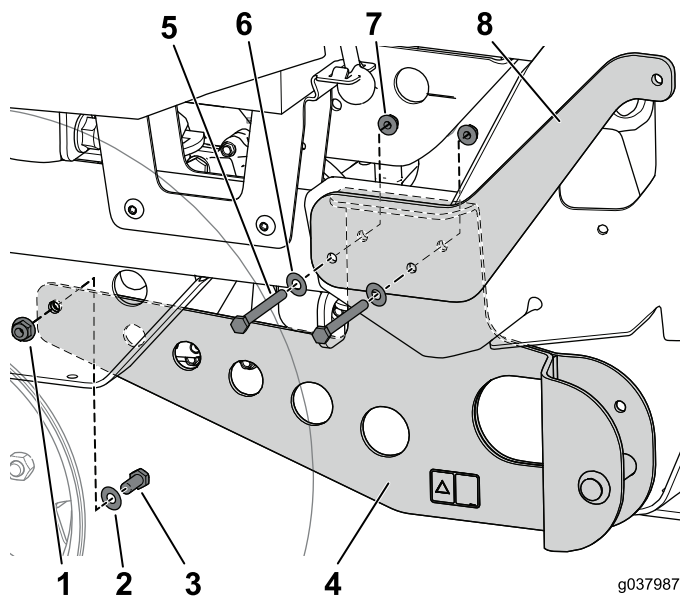

図 13
5. バグーマウントをトランスミッションマウントに固定するボルト1"、ワッシャ、フランジナットを仮止める 図 13。
6. 先ほど挿入した2本のボルトに、バグーの穴を合わせてフランジナット2個で固定する 図 13。